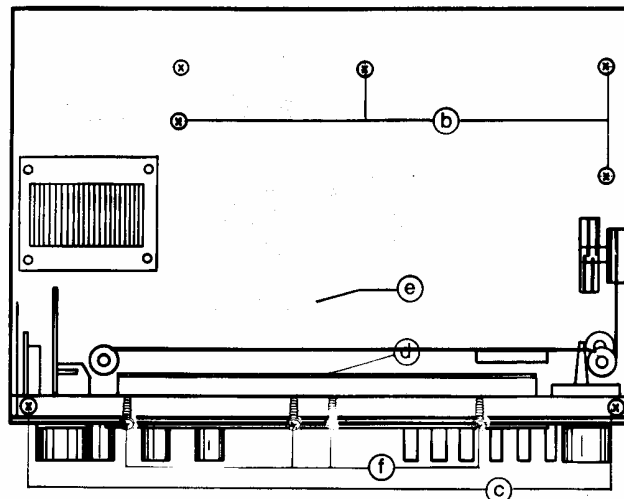

Fig. 3
- Oter les 4 vis (f) (Fig. 3).
- Défaire la vis (d) (Fig. 3).